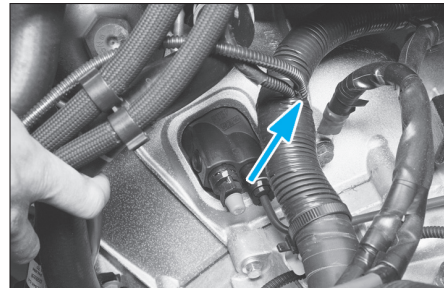

FIG. 6
- Lever le clip de maintien (Fig.6).